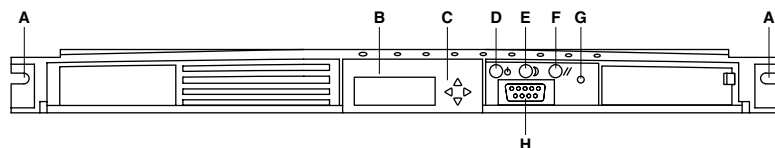

Abbildung 2
3. Drücken Sie den Netzschalter (siehe Abbildung 2).